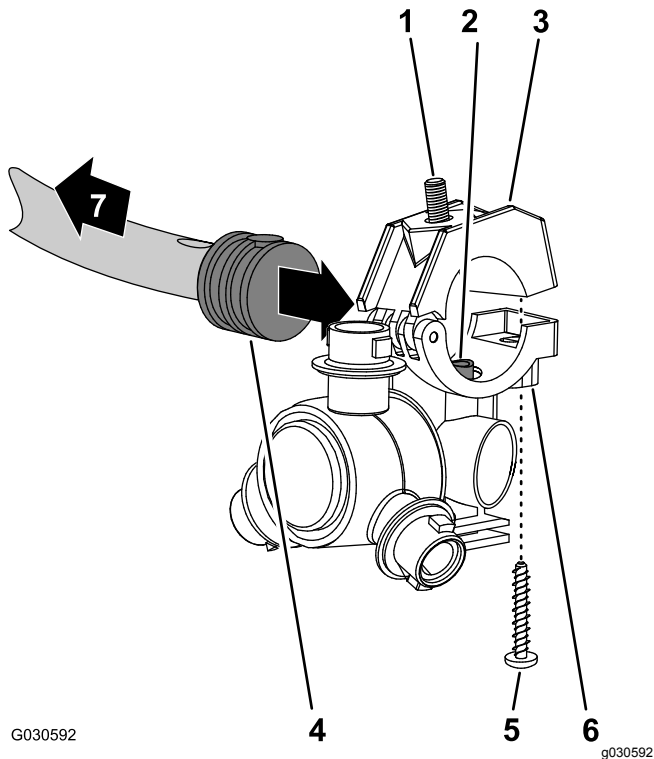

図 131
1. ノズルのサドルに付いているトランスファチューブ 図 131を、片側バーブ付きホースシャック $\frac{1}{2}$ "の穴に合わせる。
2. バーブ付きホースシャックにホースクランプの上半分をセットし、クランプとノズルボディ 図 131を、ステンレスねじ#12 x  $1\frac{1}{4}$ "で固定し、14-18 N·m 0.25-0.3 kg·m = 20-25 in-lbにトルク締めする。